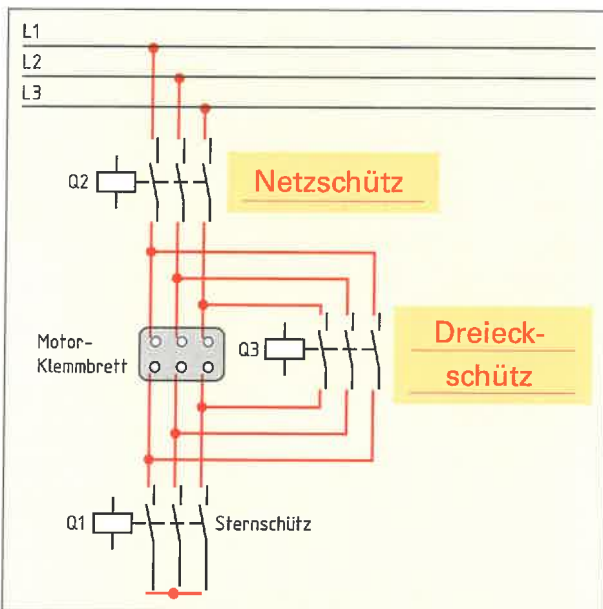

Bild 1: Prinzip einer Y- $\Delta$ -Schütz-Schaltung
4. Benennen Sie im **Bild 1** die Schütze entsprechend ihrer Aufgabe für eine Y- $\Delta$ -Schütz-Schaltung. Ergänzen Sie die Leitungsverbindungen.
5. Ergänzen Sie **Tabelle 2** unter Beachtung von **Bild 1**.